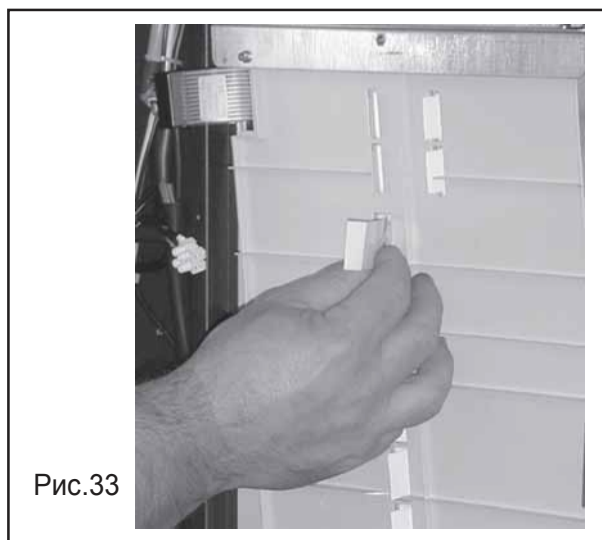

Рис.33
- вставьте этикетки в нужном порядке, заранее установив на них цены каждого напитка (рис. 33);